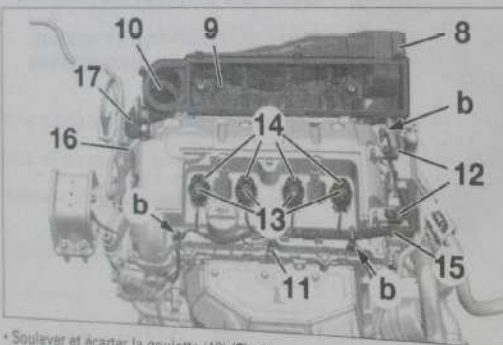

Fig. 5
- le support de filtre à air (8) (Fig.5),
- la cuve de filtre à air (9),
- le raccord d'air (10),
- l'écrou (11).
- les connecteurs des capteurs d'arbres à cames (12),
- les connecteurs (13) des bobines (14).
- Déposer les bobines (14).
- le faisceau moteur (15) en (b),
- les tuyaux de carburant (16).